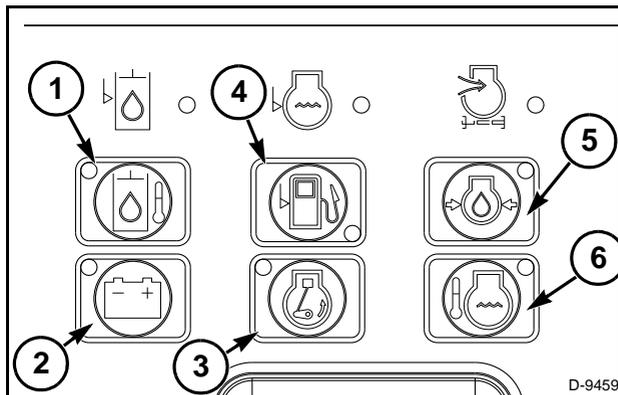

FIG. 72
FIG. 72: Temperatura del aceite hidráulico (1) - indica la temperatura actual del aceite hidráulico. Si la temperatura es menor que 21 grados C (70 grados F) la pantalla de LCD indicará el mensaje "LOW" (Bajo).